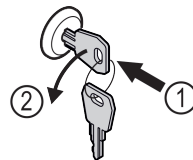

Fig. 185
- ▶ Schlüssel hineindrücken. Fig. 185 (1)
- ▶ Schlüssel um 90° gegen den Uhrzeigersinn drehen. Fig. 185 (2)